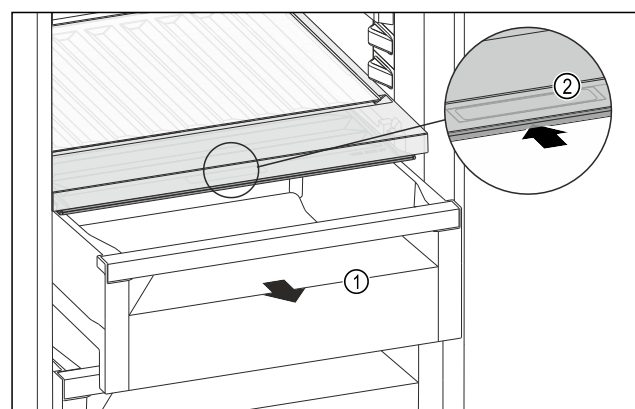

Fig. 123
- ▶ Schubfach Fig. 123 (1) herausziehen.
- ▶ Griffmulde Fig. 123 (2) am Fachdeckel anfassend und gleichzeitig nach hinten schieben.